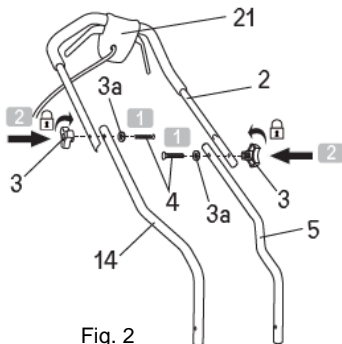
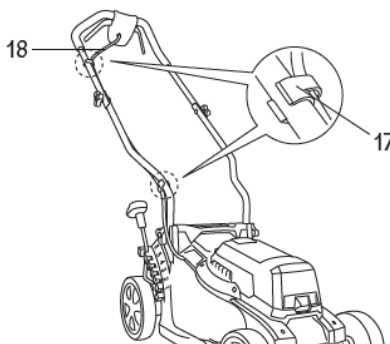

Fig. 2
Fig. 3
Montați cadrul superior al manerului (2) (Fig. 2):
- aliniați găurile cadrului superior al manerului (2) și ale cadrului inferior al manerului (5, 14);
- înfiletați piulita fluture (3) complet;
- fixați cablul de acționare (18) cu cele 2 cleme de fixare (17) (Fig. 3).